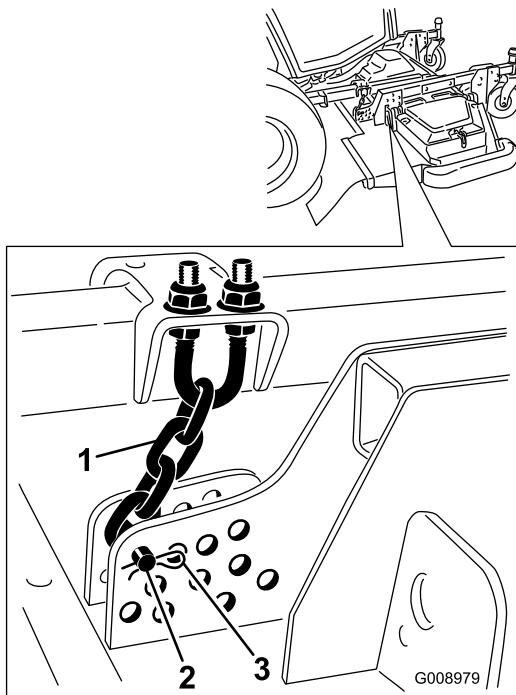

Figura 25
- 5. Retire el pasador de horquilla y el pasador que fijan las cadenas de ajuste de la altura de corte a la parte trasera de la unidad de corte (Figura 25).